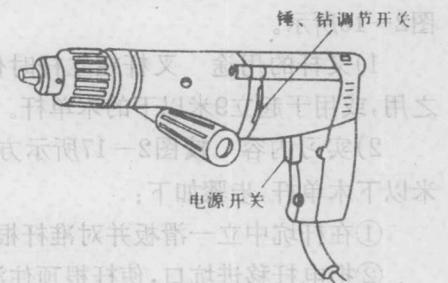

图2-15 喷灯
1)喷灯的构造及使用方法 喷灯的构造如图2-15所示。按使用燃料的不同,喷灯分煤油喷灯(MD)和汽油喷灯(QD)两种。喷灯的使用方法如下:
①加油 旋下加油阀上的螺栓,倒入适量的油,一般以不超过筒体的3/4为宜,保留一部分空间贮存压缩空气以维持必要的空气压力。加完油后应旋紧加油口的螺栓,关闭放油阀的阀杆,擦净撒在外部的汽油,并检查喷灯各处是否有渗漏现象。
②预热 在预热燃烧盘(杯)中倒入汽油,用火柴点燃,预热火焰喷头。
③喷火 待火焰喷头烧热后,燃烧盘中汽油烧完之前,打气3—5次,将放油阀旋松,使阀杆开启,喷出油雾,喷灯即点燃喷火。而后继续打气,到火力正常时为止。
④熄火 如需熄灭喷时,应先关闭放油调节阀,直到火焰熄灭,再慢慢旋松加油口螺栓,放出筒体内的压缩空气。